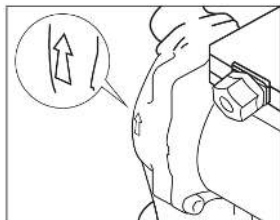

рис.2
5.2. Направление движения теплоносителя должно совпадать с направлением стрелки на корпусе насоса. (рис.2)